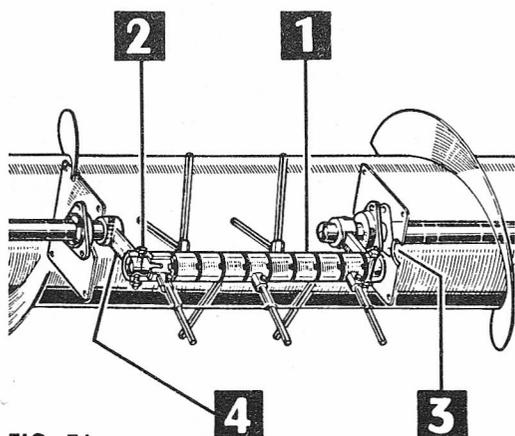

FIG. 71
Quando occorre smontare uno o più supporti (1 - fig. 71) dei diti bisognerà prima smontare tutti i diti, come indicato sopra, e poi levare le viti (2) di fissaggio all'albero centrale, ruotare la coclea fino a portare il foro (3) esistente sulla flangia di supporto destra in corrispondenza dell'albero e sfilare questo in modo da farlo passare attraverso il foro stesso: in tale modo è possibile fare uscire i supporti dall'albero e anche, se necessario, smontare l'albero centrale togliendo la spina che fissa uno dei supporti (4). Per smontare la coclea completa bisogna smontare un fianco della cassa piattaforma, ovviamente è più semplice smontare quello sinistro.